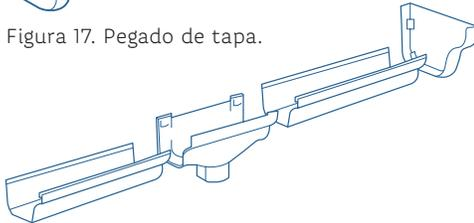

Figura 18. Conector de bajada.
- Presenta el conector de bajada pluvial al otro extremo de la Canaleta. En caso necesario, coloca un tramo de 5 cm de Canaleta en el extremo del conector de bajada con su tapa respectiva, ver Figura 18.